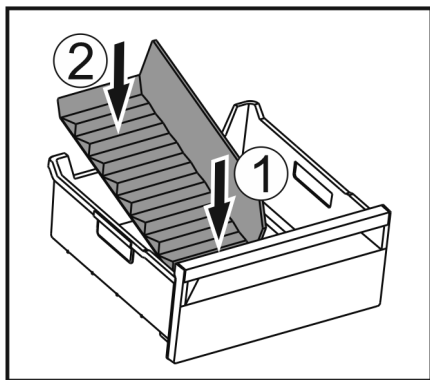

Fig. 68
- ▶ Introduceți partea frontală a separatorului pentru compartimentul de gheață. Fig. 68 (1)
- ▶ Coborâți partea posterioară a separatorului pentru compartimentul de gheață până la baza sertarului. Fig. 68 (2)